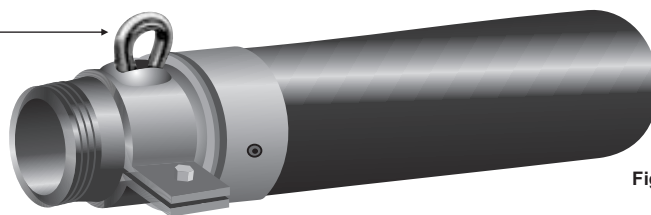

Fig. 2
2. As mangueiras montadas, nunca devem ser erguidas pelo colar de segurança/corrente. Estes devem ser erguidos pelos colares com "olhais de içamento" (Fig. 2 e 5).
2. Las mangueras montadas nunca deben ser levantadas por el collar de seguridad/corrente. Estas deben ser levantadas por collares con "ojales de levantamiento" (Fig. 2 e 5).
3. Colares com olhais de içamento podem ser adquiridos através de pedidos especiais (Fig. 2).
3. Collares con ojal de levantamiento pueden ser adquiridos a través de pedidos especiales (Fig. 2).